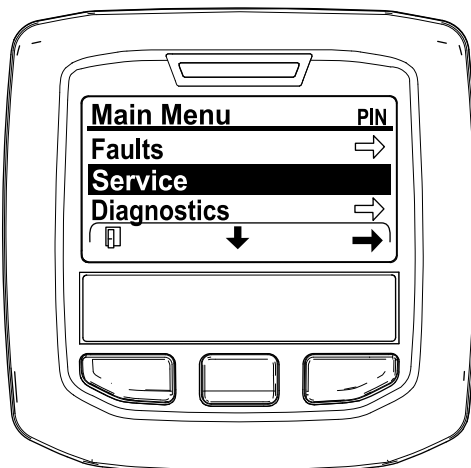

Figura 29
2. Vá até ao MENU PRINCIPAL, prima o botão central para ir até ao MENU DE MANUTENÇÃO e prima o botão direito para seleccionar a opção de MANUTENÇÃO (Figura 29).